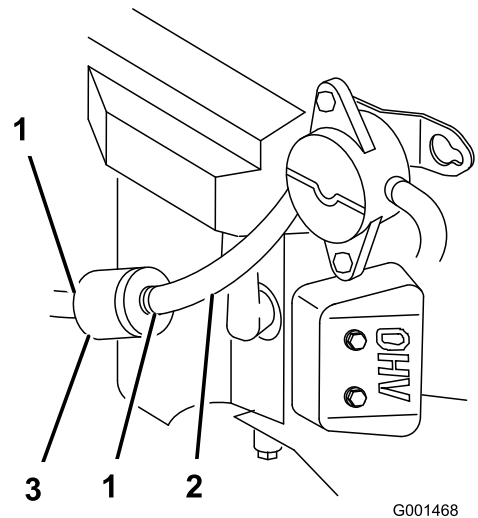

Figure 41
5. Fermez le robinet d'arrivée de carburant (Figure 41).
6. Pincez les extrémités des colliers et faites glisser ceux-ci pour les éloigner du filtre (Figure 41).
8. Posez un filtre neuf et rapprochez les colliers de fixation du filtre (Figure 41).
3. Fermez le robinet d'arrivée de carburant (Figure 41).
4. Desserrez le collier de serrage au niveau du filtre à carburant et éloignez-le du filtre en le poussant le long de la conduite d'alimentation (Figure 41).
5. Débranchez les conduites d'alimentation du filtre à carburant (Figure 41).
Remarque: Laissez l'essence s'écouler dans un bidon ou un bac de vidange (Figure 41).
7. Raccordez la conduite d'alimentation au filtre. Rapprochez le collier de serrage du filtre pour fixer la conduite d'alimentation (Figure 41).